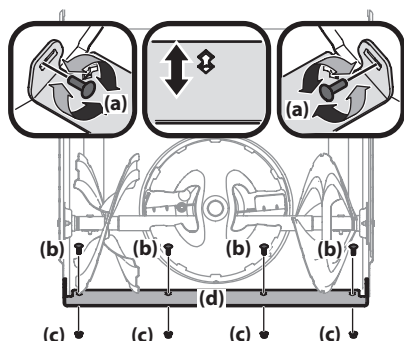

Figura 2-40
3. Afloje los pernos posteriores de las zapatas antideslizantes (a) a ambos lados de la caja del equipo y extraiga los pernos de carro (b) y las tuercas hexagonales (c) que sujetan la placa de raspado (d) a la caja de la barrena. Vea la Figura 2-40.